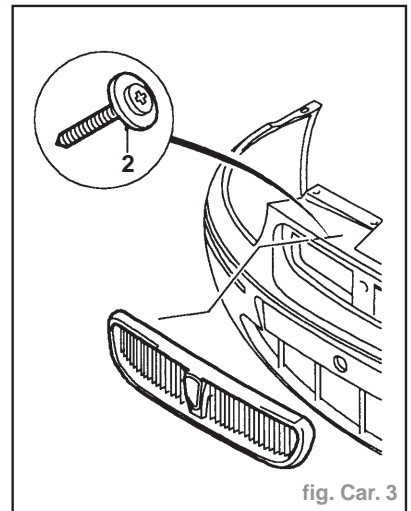

fig. Car. 3
- Enlever 10 vis et déposer la calandre (2) (fig. Car. 3).